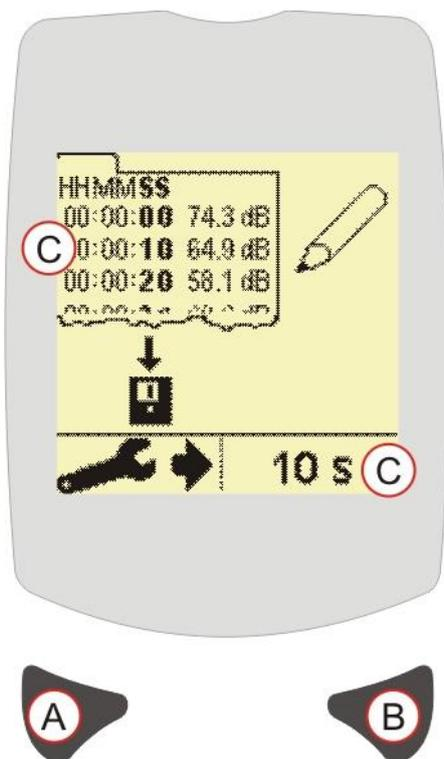

Figura 8 Pantalla del intervalo de registro – CEL-246 sólo
En la Figura 8 (C), se visualiza el intervalo de registro seleccionado actualmente, y también se muestra encima de la tecla derecha (B). Pulse la tecla derecha (B) para cambiar el intervalo de registro. Pulse la tecla izquierda (A) para salir del menú de ajustes y volver a la pantalla de medición.